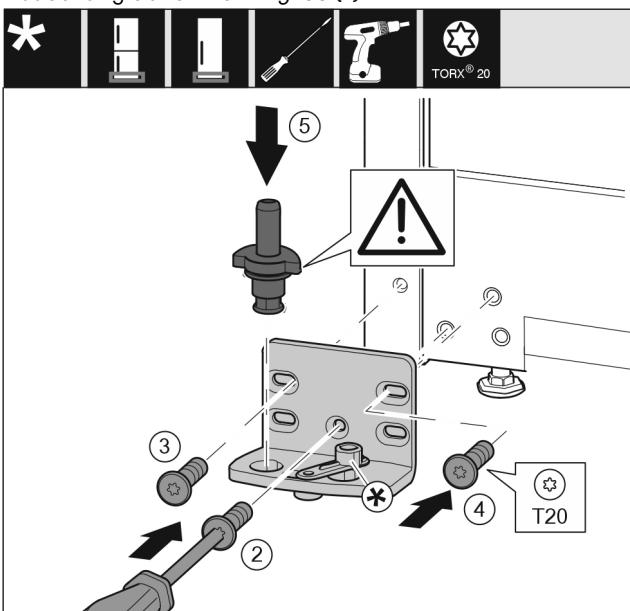

Fig. 36
- Lagerbock auf der anderen Seite ansetzen und mit Hilfe eines Schraubendrehers T20 anschrauben. Mit Schraube 2 unten in der Mitte beginnen. Fig. 36 (2)
- Schraube 3 und 4 festschrauben. Fig. 36 (3,4)
- Lagerbolzen komplett einsetzen. Dabei darauf achten, dass der Rastnacken nach hinten zeigt. Fig. 36 (5)
- Lagerbock auf der anderen Seite ansetzen und mit Hilfe eines Schraubendrehers T20 anschrauben. Mit Schraube 2 unten in der Mitte beginnen. (2)*
- Schließdämpferverbindung um 180° drehen. Auf der anderen Seite des Lagerbocks mit Schraubendreher T20 anschrauben. (5)*
- Lagerbolzen komplett einsetzen. Dabei darauf achten, dass der Rastnacken nach hinten zeigt. (6)*